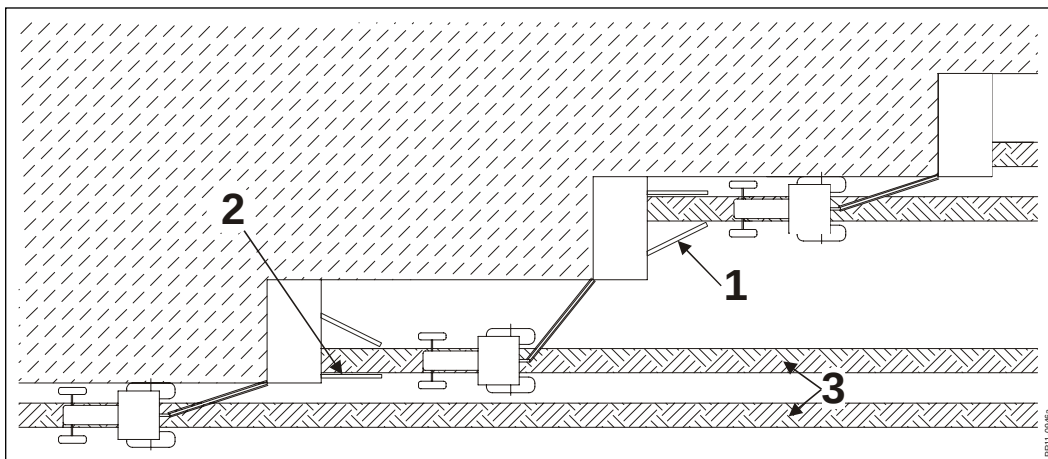

Fig. 3-20
Fig. 3-20 Utrustningen gör det möjligt att lägga två strängar asymmetriskt och med ett inbördes avstånd, så att en 3 meters pickup i de flesta fall kan samla upp de två strängarna. Utrustningen består av förlängare för strängformarskärmar, hydraulisk utrustning för svängning av strängformarskärmar, samt ett mekaniskt stopp, som monteras på svängcylindern för dragstången. Vid två på varandra följande drag, svängs strängformarskärmar motsvarande åt höger (1) och åt vänster (2), varvid den asymmetriska dubbelsträngen (3) skapas.